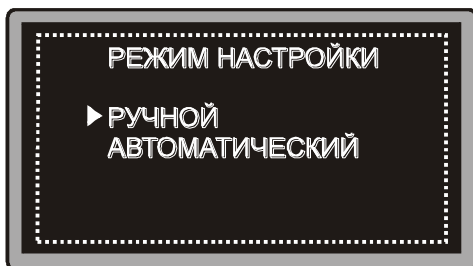

Рис. 6.3 Выбор режима настройки дефектоскопа
6.1.3.1 Для выбора ручного или автоматического режима настройки (рис. 6.3) кнопками "↑", "↓" установить курсор на соответствующую строку и нажать кнопку "←".